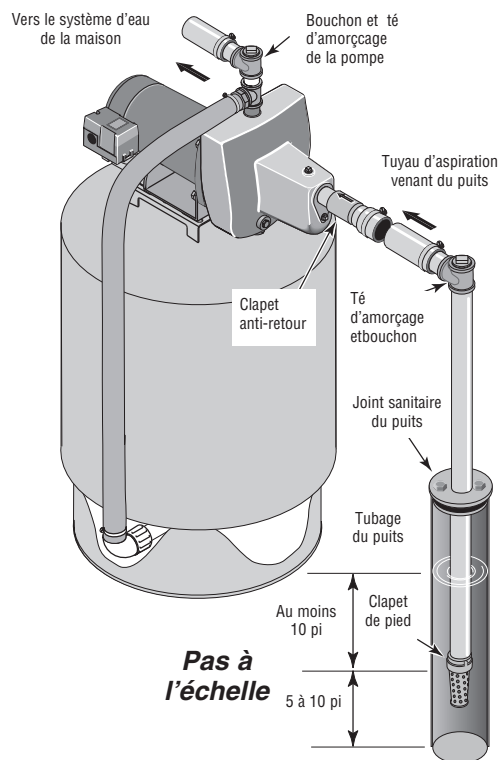

Figure 2 : Installation dans un puits à tubage
INSTALLATION SUR UN Puits À TUBAGE DE 2 POUCHES DE DIAMÈTRE OU PLUS GRAND (voir la Figure 2)
2. Brancher le clapet de pied, la crépine et le tuyau du puits (voir la Figure 2). S'assurer que le clapet de pied fonctionne librement.
- Poser le té d'amorçage, le bouchon d'amorçage et le tuyau d'aspiration sur la pompe (voir la Figure 2). Brancher le tuyau provenant du puits sur l'orifice d'aspiration de la pompe en utilisant le moins possible de raccords - en particulier des coudes - étant donné que les raccords augmentent le frottement de l'eau dans les tuyaux (il faut toutefois ajouter un clapet de pied – voir la Figure 2). Le diamètre du tuyau d'aspiration doit être au moins aussi grand que le diamètre de l'orifice d'aspiration de la pompe. Utiliser du ruban d'étanchéité en PTFE pour filetage sur les raccords filetés. Supporter le tuyau de façon qu'il ne soit pas cintré afin qu'il n'exerce pas de contraintes sur le corps de la pompe; de plus, il doit être légèrement incliné vers le haut, du puits jusqu'à la pompe (les points hauts risquent de causer des poches et des bouchons d'air dans la pompe). Rendre étanches les raccords du tuyau d'aspiration avec du ruban d'étanchéité en PTFE pour filetage. Les raccords doivent être étanches à l'air et à l'eau. *Si le tuyau d'aspiration aspire de l'air, la pompe ne pompera pas l'eau du puits.*